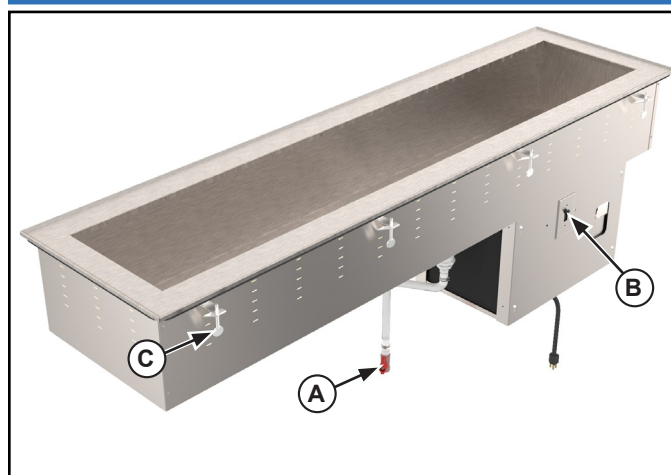

Figura 1. Características y controles.
5. Apriete lentamente los tornillos de mano (C) y en un patrón alternante para comprimir uniformemente la junta. Consulte la Figura 1. La junta debe crear un espacio uniforme entre el receptáculo y la superficie de montaje.
1. Verifique que la válvula de drenaje (A) esté en la posición CERRADA para impedir que se drene el agua. Consulte la Figura 1. La válvula está en dicha posición cuando el mango de la misma forma una "T" con el cuerpo de la válvula.
3. Gire el interruptor de suministro (B) hasta la posición de encendido "ON". Esta unidad no tiene un valor de temperatura ajustable. Deje que la unidad funcione durante aproximadamente 30 minutos. Para obtener el mejor rendimiento al usar hielo con esta unidad, déjala funcionar durante aproximadamente 2 horas antes de agregar el hielo. Ello ayudará a mantener el hielo sólido.